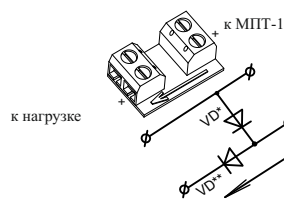

Рисунок 5
- 5.20 Для обеспечения контроля целостности выходных цепей в разрыв выходной цепи непосредственно к нагрузке должны быть подключены диоды или устройство подключения нагрузки (далее – УПН) (Рисунок 5).
- 5.21 Устройство подключения нагрузки состоит из аналоговых диодов, установленных на плату с клеммными колодками (Рисунок 5).